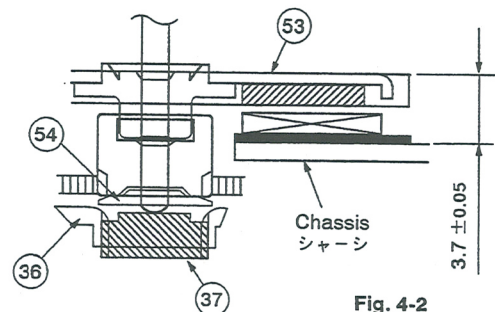

Fig. 4-2
- When removing ⑤④, be careful NOT to widen the inner diameter of it.
- When removing ③⑧, be careful NOT to lengthen the Belt.
- When ⑤③ is not replaced, the ③⑦ Wheel Shaft Retainer (Fig. 4-2) should not be removed. (Refer to Fig. 4-2 for the assembling dimensions)
1. ③⑥ Capstan Bracket, ⑤④ Capstan Flange, ③⑧ Reel Belt
- ⑤④を外すときに内径をひろげないようにすること。
- ③⑧を外すとき、ベルトを伸ばさないようにすること。
- ③⑦ Wheel軸受け (図4-2) は、⑤③を交換しないときは外さないこと。
- ⑤③を取り付けるときは、シャーシとロータのギャップが3.7 mmになるように ③⑦ Wheel軸受けで調整し、ネジロックする。(図4-2参照)
2. ③⑤ Sensor Block